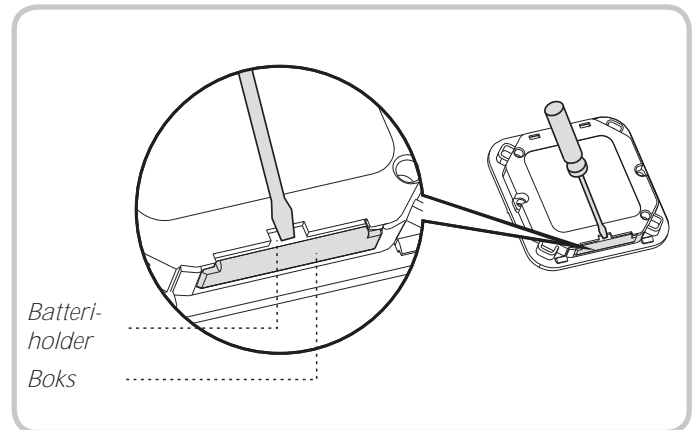

Fig. 30
- Dra ut batteriholderen med en skrutrekker (se fig. 30).